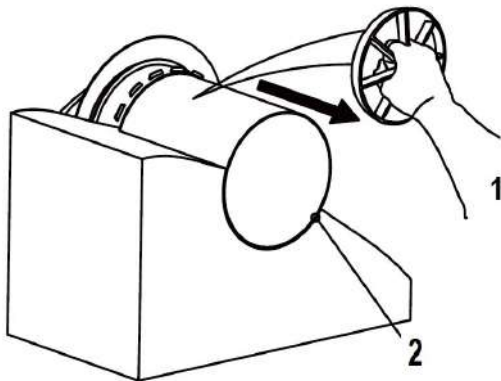

Fig.16
4) Installare il condotto ventilatore attraverso il foro della parete dall'interno e tirare indietro il condotto tramite la staffa di regolazione (Fig. 16) per far aderire l'anello di gomma alla parete esterna.
- Tirare leggermente il condotto esterno solo in orizzontale per portare in piano. Si può sentirlo con la mano (1 Fig. 16).
- Provare a ruotare il condotto con la mano; se è un po' stretto con il foro va bene, se è allentato va rimontato (2 Fig. 16).
4) Install the ventilator through the wall hole from indoor, and pull back the duct by the adjust bracket (Fig. 16) to make the inner side rubber ring cling to the outside wall. Then put the inner duct in the hole and assembly inner duct and outer duct together.
- Pull the outer duct slightly only horizontally to bring to the level. You can feel it with your hand (1 Fig. 16).
- Try to rotate the duct with your hand; if it is a bit tight with the hole is fine, if it is loose it must be reassembled (2 Fig. 16).